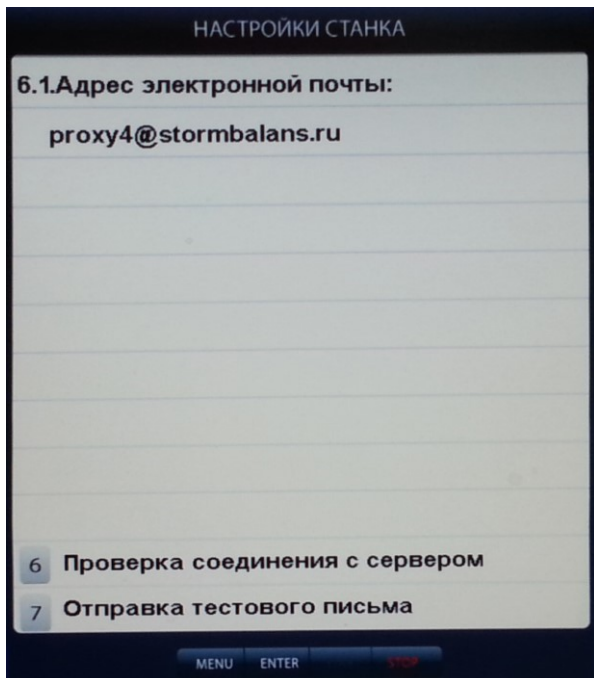

рис.23.3
18.4. Настройка электронной почты (рис.23.3).